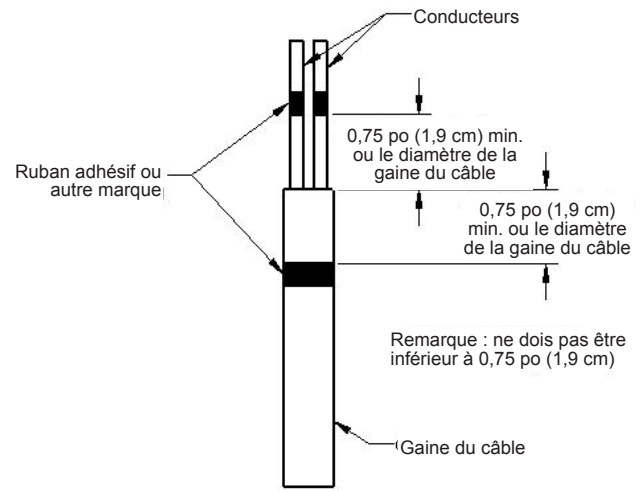

Figure 3
- Marquer les conducteurs et la gaine du câble à une longueur qui correspond au diamètre de la gaine (d'un minimum de 0,75 pouce, soit 1,9 centimètre) à partir de la fin du câble (voir la figure 3). Ces marques serviront à garantir qu'une quantité adéquate de mastic d'étanchéité TSC sera utilisée. Elles peuvent être faites à l'aide de ruban adhésif ou de tout autre moyen approprié.